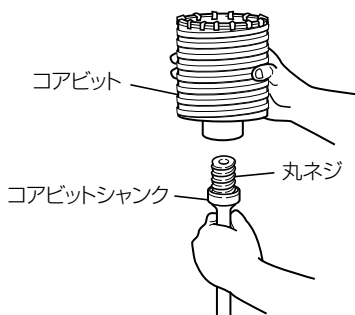

図 14
- (1) コアビットシャンクにコアビットを取付けます。(図 14)
- (1) 本機に挿入したまま上向きにして 2 ～ 3 回無負荷運転で打撃させると丸ネジ (図 14 参照) がゆるみ分解することができます。
- (2) または本機からコアビットシャंकをはずしコアビットを手で持ち、コアビットシャंक六角部の頭を手ハンマで 2 ～ 3 回強打すると、丸ネジがゆるみ分解することができます。